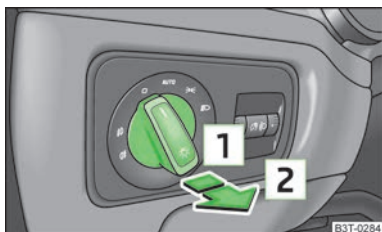

Fig. 32
- Girar primero el conmutador de luces a la posición o » fig. 32.
- Girar primero el conmutador de luces a la posición o » fig. 32 de la página 53.